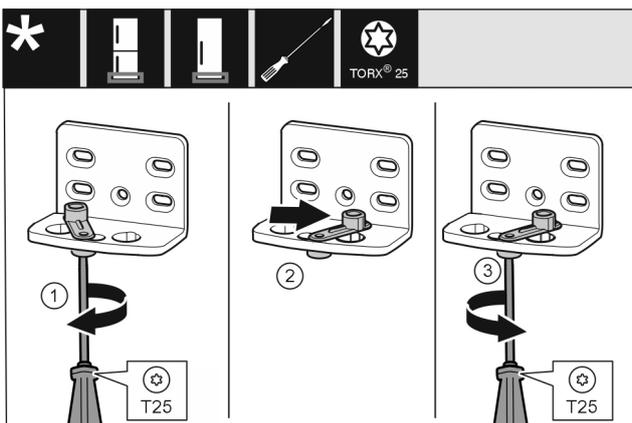

Fig. 14
- ▶ Visser sans serrer la vis Fig. 14 (1) avec un tournevis.
- ▶ Soulever l'aide à la fermeture de la porte Fig. 14 (2) et la tourner à 90° vers la droite dans l'alésage.
- ▶ Serrer la vis Fig. 14 (3) avec un tournevis.